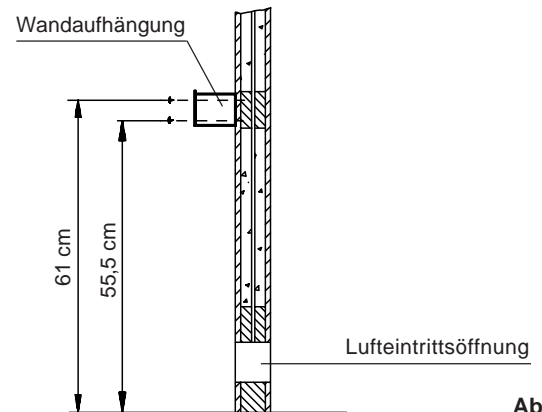

Abb. 10
1. Wandhalterung gemäß Abb. 10 + 11 mittig über der Lufteintrittsöffnung mit den beigefügten Spanplattenschrauben an der Kabinenwand festschrauben.